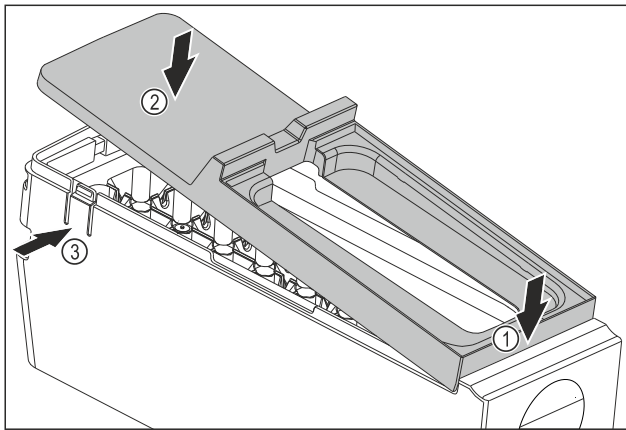

Fig. 174
- ▶ Abdeckung des EasyTwist-Ice-Korpus montieren: Abdeckung vorne ansetzen. Fig. 174 (1)
- ▶ Abdeckung hinten absenken. Fig. 174 (2)
- ▶ Abdeckung rastet hörbar in beiden Laschen Fig. 174 (3) ein.